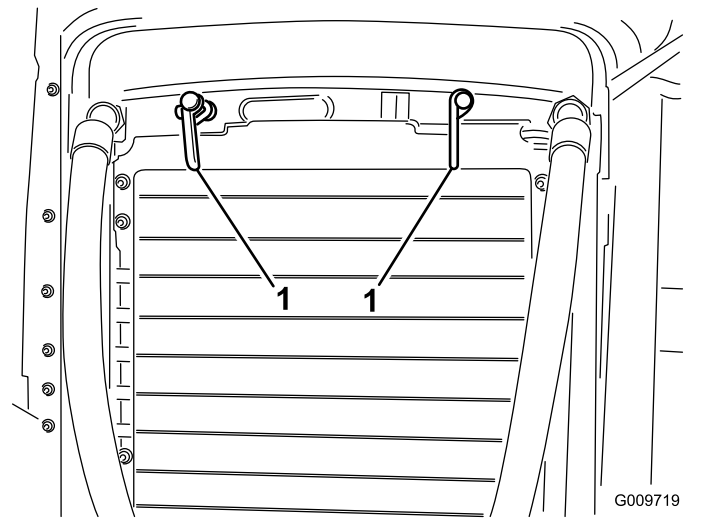

Figura 51
2. Gire los enganches (Figura 51) que sujetan el enfriador de aceite al bastidor.